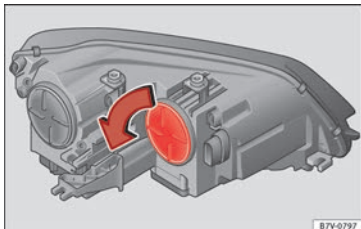

Abb. 107 Im Motorraum: Blinkerabdeckung.
2.	Abdeckung » Abb. 107 in Pfeilrichtung drehen und abziehen.
7.	Abdeckung » Abb. 107 entgegen der Pfeilrichtung bis zum Anschlag drehen.